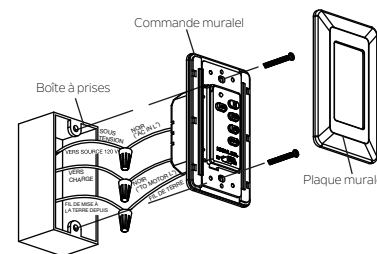

Fig. 29
Étape 2. Placez la commande murale sur la boîte à prises, connectez les fils avec les connecteurs (fournis). (Fig. 29).
Étape 3. Sécurisez les connexions des fils et assurez-vous qu'il n'y a pas de brins de fil ni de connexions desserrés. Remettez les connexions de fils à l'intérieur de la boîte à prises et fixez la commande murale à la boîte à prises avec les vis (fournies). Ajustez la plaque frontale sur la commande murale. (Fig. 29).